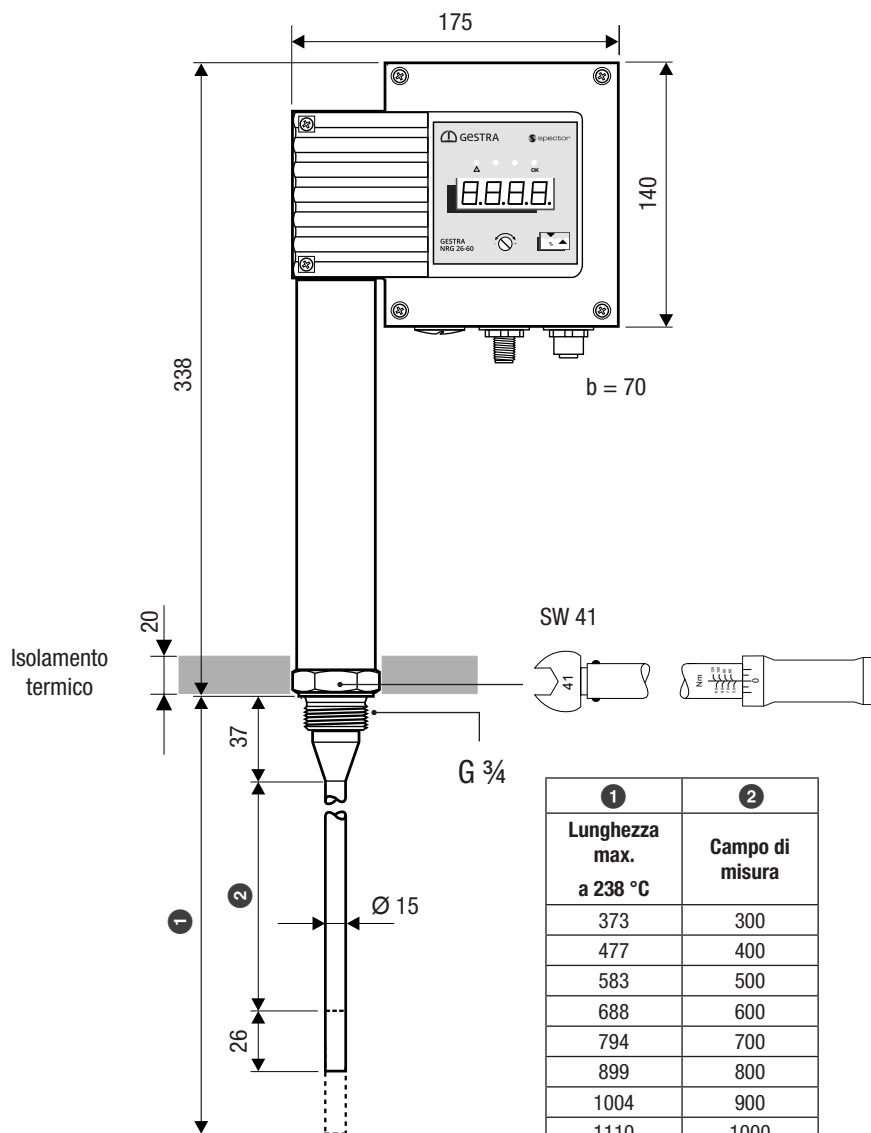

Fig. 6
- Attacco filettato G $\frac{3}{4}$ A, EN ISO 228-1, ved. Fig. 6